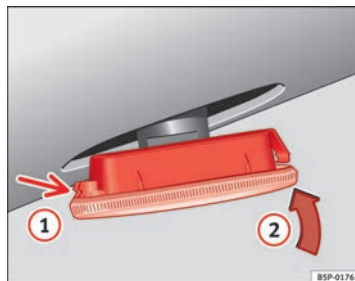

Abb. 223 Seitlicher Blinker
- Setzen Sie den Blinker zuerst in der Aufnahme der Karosserie ein, wobei die Halterungen richtig einrasten müssen ⇒ Abb. 223, Pfeil ①.
- Die Lampe in Pfeilrichtung ② ⇒ Abb. 223 einsetzen.